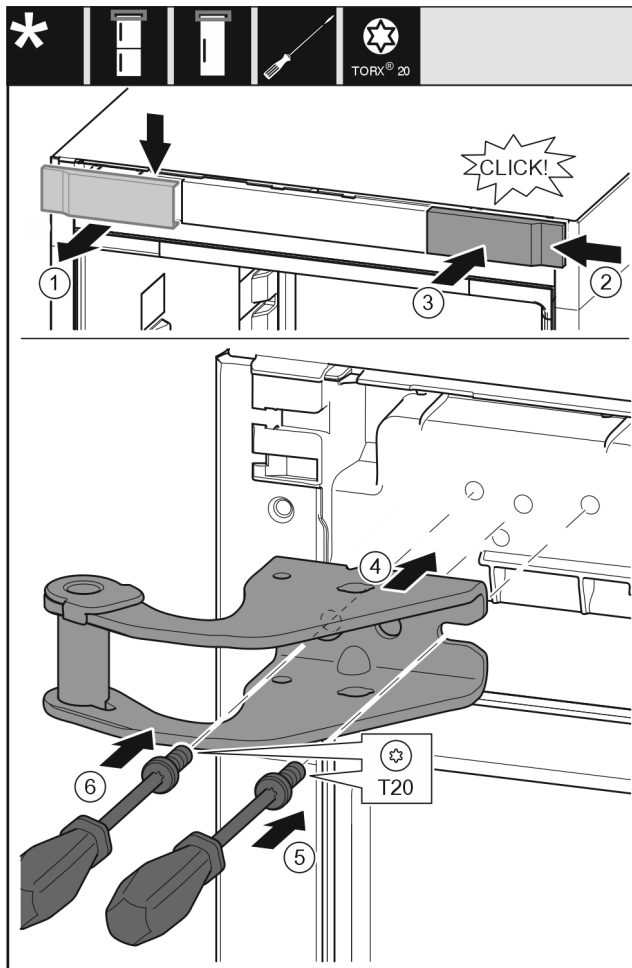

Fig. 14
- ▶ Retire la cubierta Fig. 14 (1) de arriba hacia delante.
- ▶ Gire la cubierta Fig. 14 (2) 180° y engánchela por el otro lado de la derecha.
- ▶ Encaje la cubierta Fig. 14 (3).
- ▶ Coloque el soporte del cojinete superior Fig. 14 (4).
- ▶ Coloque y apriete el tornillo Fig. 14 (5) con un destornillador.
- ▶ Coloque y apriete el tornillo Fig. 14 (6) con un destornillador.